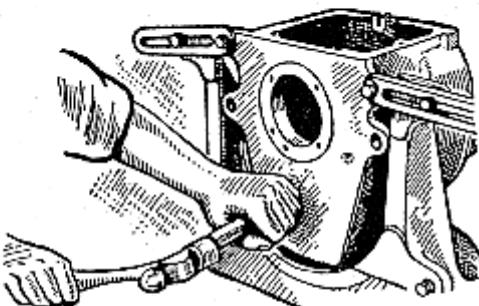

Fig. 19. — Démontage de l'arbre secondaire
- Chasser l'arbre secondaire vers l'arrière du carter (fig. 19).